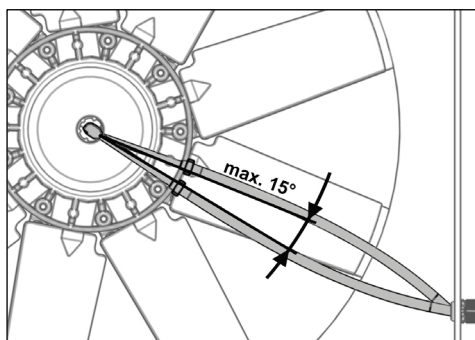

Bild 31
- Kontrollera spänningen och spänn om tryckslangen vid behov (se Bild 31).